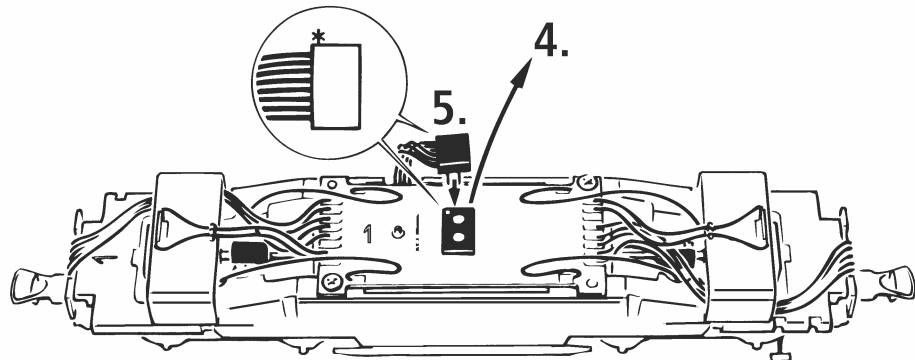
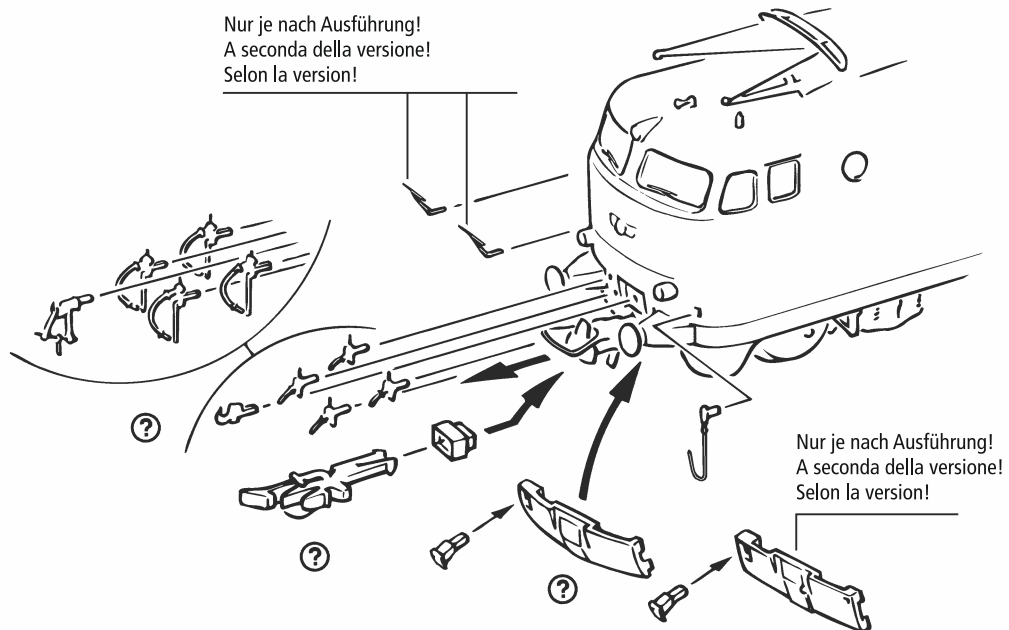

Fig. 6
Fig. 3
**2. Schmierung:** Versehen Sie die im Schmierplan in Fig. 6 gekennzeichneten Stellen mit nur **kleinen Öltropfen**. Dazu zuerst das Lokgehäuse abnehmen (Fig. 3). Wir empfehlen den **ROCO-Öler** Art. Nr. **10906**. Zur Schmierung der Getriebeteile (Zahnräder, Schnecke Fig. 7 u. 8) empfehlen wir das **ROCO-Spezialfett 10905**. Im Falle der Schmierung diese Teile bitte nicht ölen.
**4. Kohlebürstenwechsel:** Lokgehäuse abnehmen (Fig. 3). Danach wird der **Motor ausgebaut** und die **Kohlebürsten ausgewechselt** (Fig. 9).
N'appliquez **qu'une toute petite goutte** aux endroits indiqués par le plan de graissage (fig. 7) après avoir démonté le couvercle du carter des engrenages (fig. 3). Nous vous recommandons le **graisseur à huile ROCO réf. 10906**. Pour graisser les engrenages (roues dentées, vis sans fin - fig. 6) nous vous conseillons la **graisse spéciale Roco ref. 10905** pour engrenages en matières synthétiques. Lorsque vous utilisez cette graisse il faut éviter d'huiler ces composants.
**4. Remplacement des balais du moteur:** Démontez la caisse (voir fig 3). Démontez ensuite le moteur et échangez le balais (fig. 9).
**2. Lubrificazione:** Mettere delle piccole gocce d'olio sui punti indicati sullo schema di lubrificazione (fig. 6). A tal fine per prima cosa rimuovere la carrozzeria della locomotiva (fig. 3). Vi consigliamo l'oliatore Roco Art. nr. 10906. Per la lubrificazione delle parti del meccanismo (ruote dentate, vite senza fine, figura 7 u. 8) consigliamo il grasso speciale Roco 10905. In caso di lubrificazione si prega di non oliare queste parti.
Rimuovere la carrozzeria della locomotiva (fig. 3). Dopodiché smontare il motore e sostituire le spazzole di carbone (fig. 9).